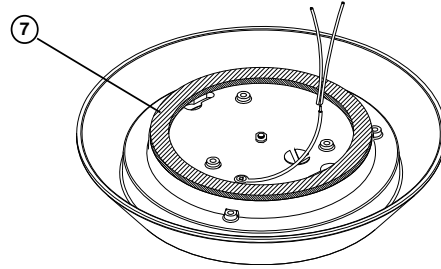

Figure 1
3. Installer joint externe (7). Retirez le papier et l'appliquer à externe de boîtier du luminaire (2). Voir la figure 1
4. L'alimentation électrique coupée, visser deux vis (1) dans la boîte de jonction (*note : les vis doivent être éloignées l'une de l'autre à la même distance que les fentes en trou de serrure à l'arrière du bloc boîtier*).
3. To install External gasket (7). Remove paper backing and install gasket to back of housing as shown in Fig. 1.
4. With the power turned off, thread two **Screws (1)** into junction box (*Note: screws must be the same distance apart as keyholes in back of housing assembly*).
7. Hold Fixture Housing (2) in one hand and with the other hand position wires up into junction box.
8. Align keyholes on back of Fixture Housing with screws previously installed in junction box. Lift fixture up, rotate clockwise and tighten screws to secure Housing Assembly against ceiling. **See Fig 1.**
3. Para instalar Junta externa (7). Retire el papel y se aplican a la parte trasera de carcasa del luminario (2). Vea Fig. 1
4. Con la electricidad apagada, rosque dos **Tornillos (1)** en la caja de ensambladura (*Nota: los tornillos deben estar a la misma distancia aparte que las bocallaves en la parte trasera del ensamblaje de la carcasa*).